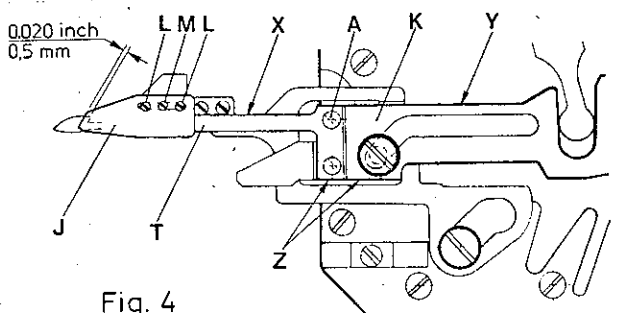

Fig. 4
- 4) La cuchilla inferior (T, Fig.4) esta ajustada correctamente cuando su borde (X, Fig. 4) está paralelo al borde (Y, Fig. 4) del sujetador de cuchilla inferior (K, Fig. 4) y el borde (Z) de la cuchilla inferior está en línea con el borde (Z) del sujetador de la cuchilla inferior. Para realizar este ajuste aflojar el tornillo (A, Fig. 4). Apretar de nuevo los tornillos.
- 5) La cuchilla superior (J, Fig. 4) ha de ajustarse de manera que sobrepase la cuchilla inferior (T, Fig. 4)  $1\text{mm} = .04''$ . Aflojar los tornillos (L y M, Fig. 4) para realizar este ajuste. Apretar tornillo (L). Ajuste tornillo (M) de manera que el hilo del looper sea sujetado como se muestra en (Fig. 12).